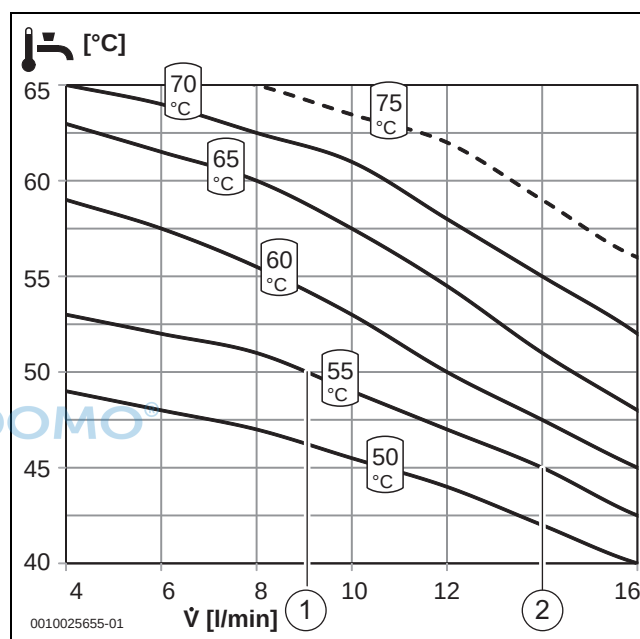

Bild 63 Temperaturverhalten bei entfernter Sperre des Warmwasserthermostats und Stellung 7 (max.)
- Beispiel 1 (→ Bild 63, Pos 1): Um eine Warmwassertemperatur von 50 °C zu erreichen, ist bei einer Entnahme von 9 l/min eine Temperatur von 55 °C im Bereitschaftsteil ausreichend.
- Beispiel 2 (→ Bild 63, Pos 2): Um eine Warmwassertemperatur von 45 °C zu erreichen, ist bei einer Entnahme von 14 l/min eine Temperatur von 50 °C im Bereitschaftsteil ausreichend.